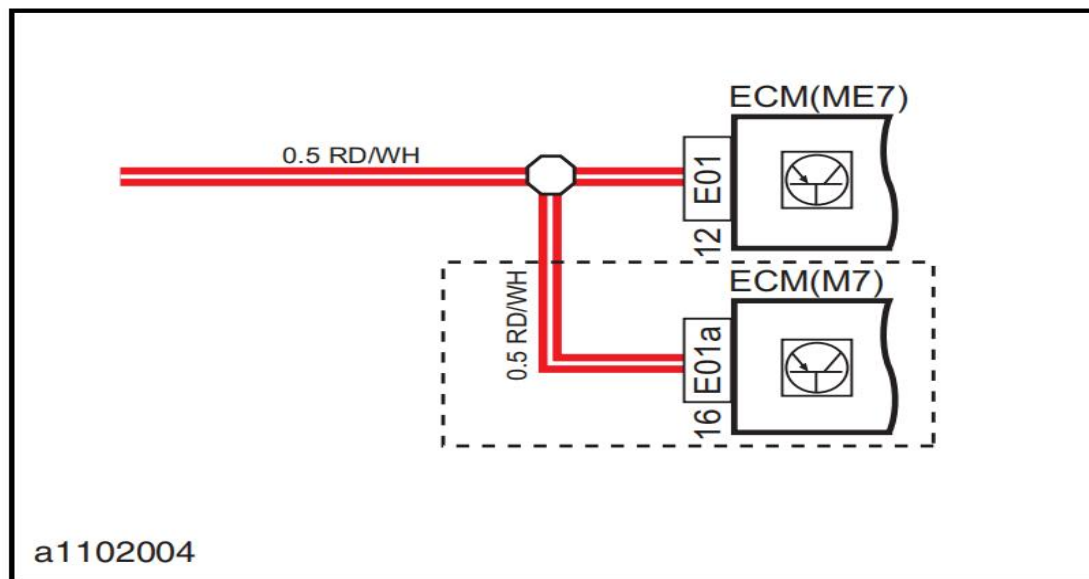

图1-7 虚线表示线路设
- 14.如果由于车型、发动机类型或者配置不同而造成相关电路设计不同，在线路图中用虚线标示，并在线路旁添加说明。如图1-7所示。